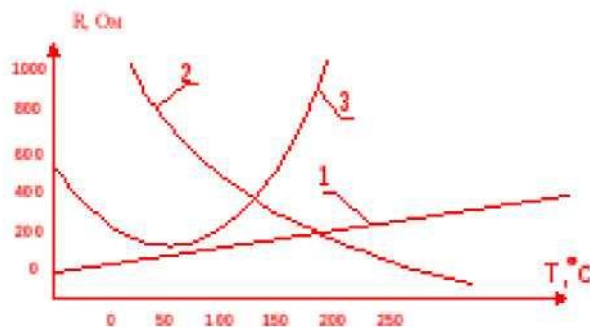

Рисунок 7 - Статические характеристики термометров сопротивления
3. Нелинейность их статических характеристик. Вид статических характеристик металлических терморезисторов (1), термисторов (2) и позисторов (3) приведен на рис. 7.